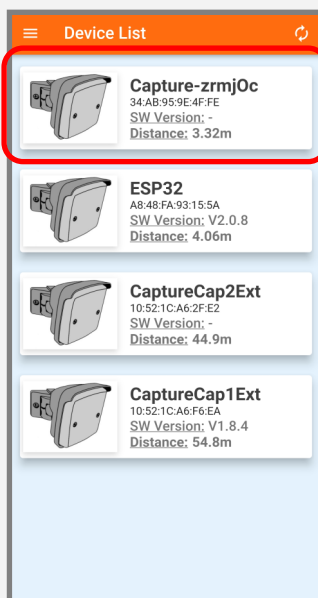

Bild 1
Wählen Sie den Tag aus, den Sie konfigurieren möchten und drücken Sie beide Tasten, um die Konfiguration zu starten (Bestätigungston). *Bild 1*
20:30 *Fig. 1*
- 1) Nachdem Sie die App geöffnet haben, wählen Sie Ihr Gerät aus der Liste aus. (Bild 1)